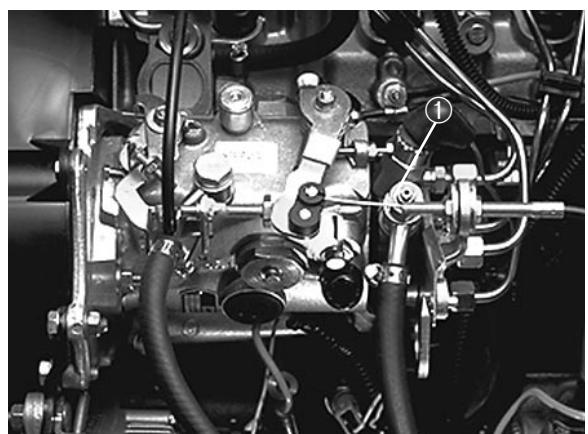

Bild 16
**Anmerkung:** Unter Umständen muß die Kraftstoffleitung zwischen Kraftstofffilter/Wasserabscheider und Einspritzpumpe entlüftet werden. Dazu ist der Anschluß an der Einspritzpumpe (Bild 16) aufzubrechen und der Entlüftungsvorgang zu wiederholen.